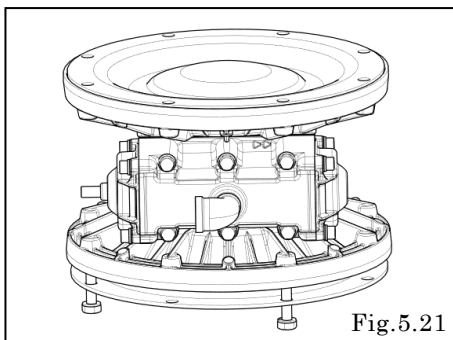
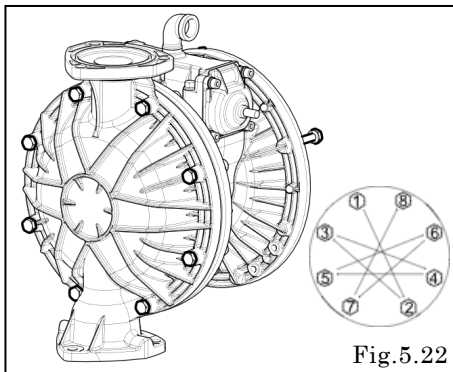

Fig.5.21
Fig.5.22
このときダイアフラムは締める方向で調整する。(困難な場合は、ダイアフラムを最小限の緩める方向で調整する) 〔Fig.5.21〕
- ・ Fig.5.21 で取り付けたダイアフラム側にアウトチャンバーを取り付ける。〔Fig.5.22〕
- ・アウトチャンバーの向きは Fig.5.22 が標準ですが、設置状況に合わせて任意の向きに取り付けできます。